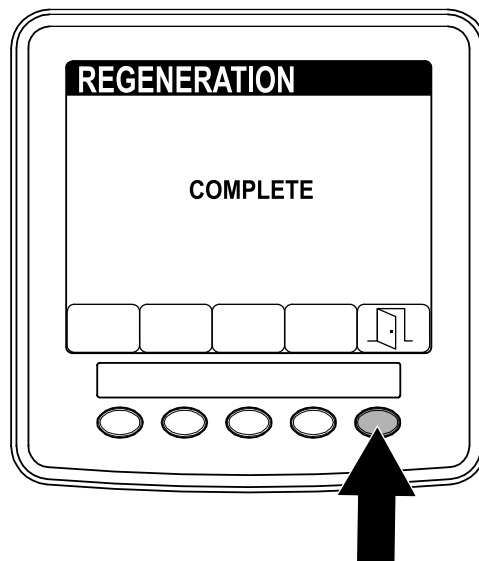

Figura 71
5. Quando a regeneração estiver concluída, surge o ecrã de CONCLUÍDO no InfoCenter. Prima o botão 5 para voltar ao menu de MANUTENÇÃO (Figura 71).